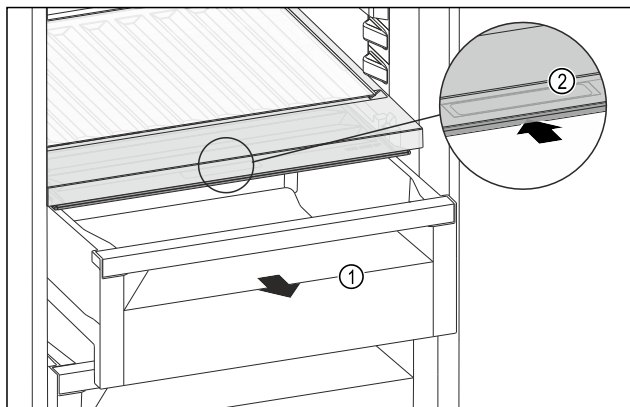

Fig. 229
- ▶ Wyciągnąć szufladę Fig. 229 (1).